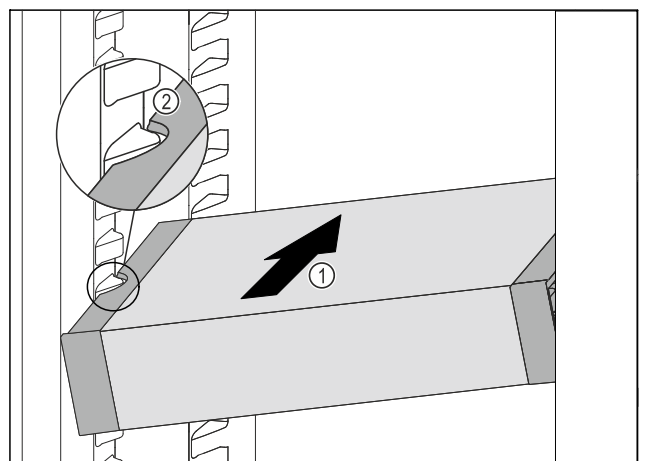

Fig. 31
- ▶ Insérer le VarioSafe en biais dans la partie réfrigérateur Fig. 31 (1) jusqu'à ce que les encoches latérales Fig. 31 (2) du VarioSafe se trouvent à la hauteur de la nervure du bac dans la partie réfrigérateur.